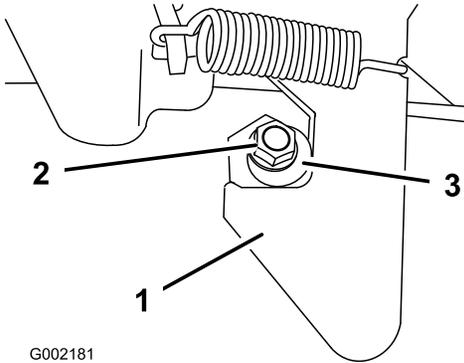

Bild 58
1. Lösen Sie die Sicherungsmutter am Ende der Riegelstrebe (**Bild 58**).
2. Drehen Sie die Riegelstrebe nach rechts, bis sie bündig mit dem Hakenteil des Riegels ist (**Bild 58**).